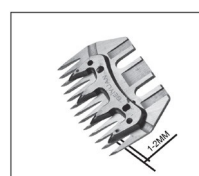

Fig.6
- Reglați pozițiile lamei și asigurați-vă că există 1,5-2 mm între cuțit și oaie în poziția plată (Fig. 6), astfel încât grăsimea sau murdăria de pe animale să nu interfereze cu mișcarea lamei.